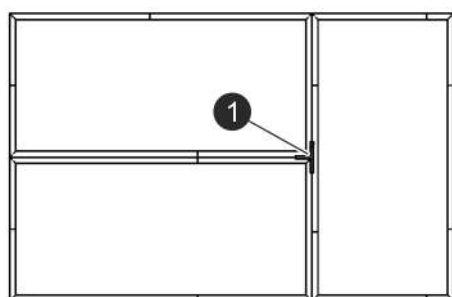

Fig. 36: Distribución de los perfiles
5. → En los equipos de tres cubos tras el montaje final, selle adicionalmente la junta en T por encima de los perfiles de cantonera con el material de sellado (Fig. 36/1).